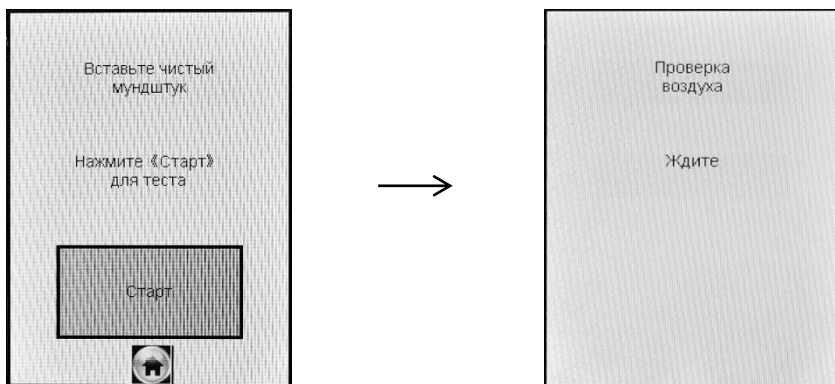

Рисунок 14 – Начало процедуры измерения
2.8.7 Когда данные всех полей будут введены, на экране появится окно с сообщением «Вставьте чистый мундштук» (рисунок 14, слева).
2.11.3 Выберите режим измерения . На экране появится окно с сообщением «Вставьте чистый мундштук» Рисунок 14(рисунок 14, слева).
В этот момент происходит отбор пробы воздуха из мундштука (слышен двойной щелчок срабатывания заборной системы) для проверки его на отсутствие паров этанола, а также на отсутствие остаточного алкоголя в заборной системе анализатора (рисунок 14, справа).